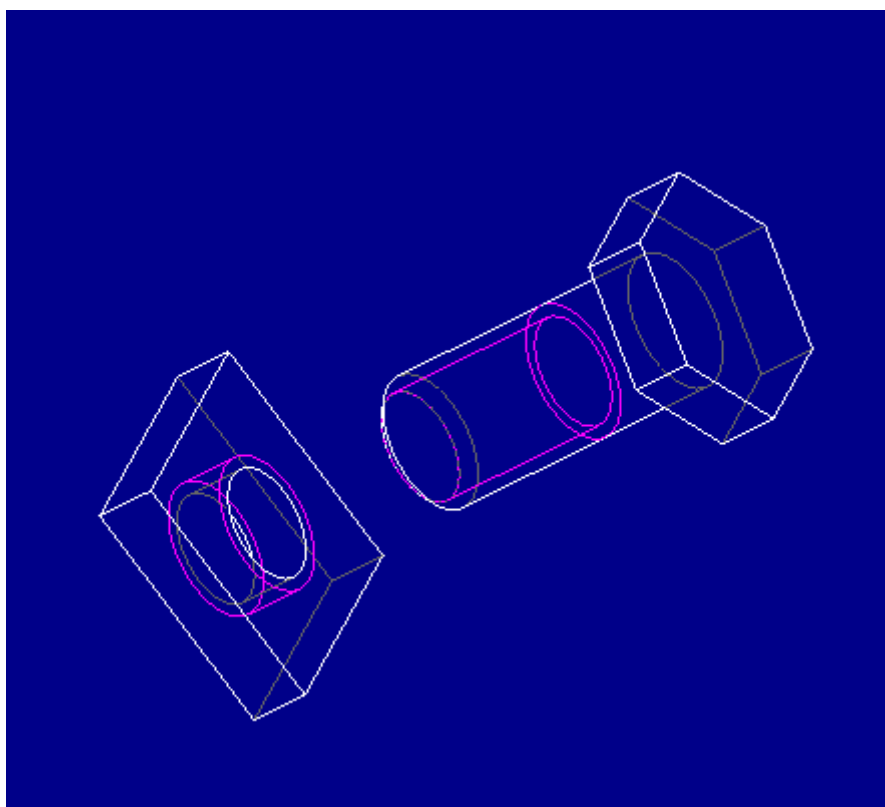
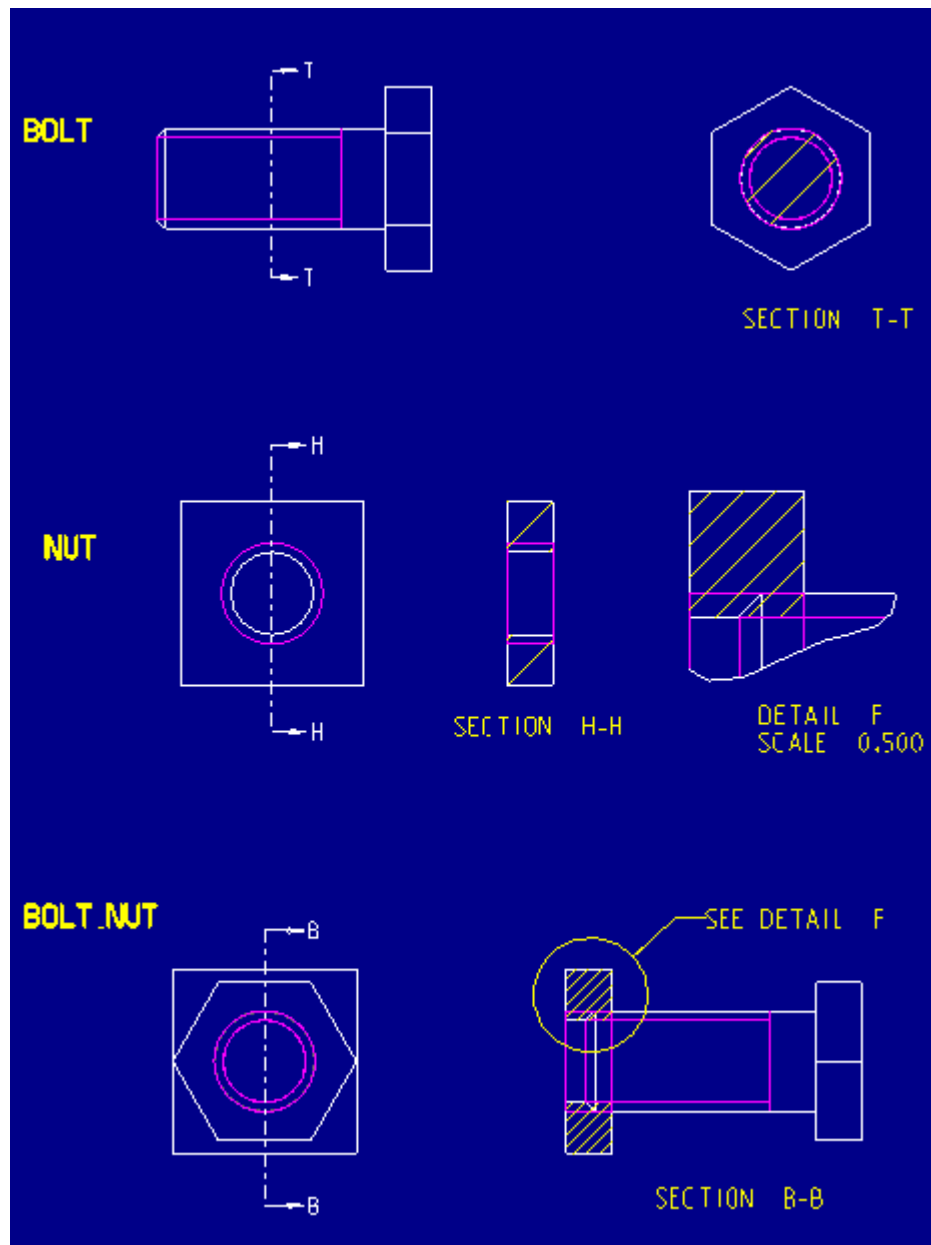

Abbildung 1a
Abbildung 1b
1. Die in Abbildung 1a gezeigte explodierte Baugruppe besteht aus einem Bolzenteil mit einem externen Gewinde und einem Schraubenmutterteil mit einem internen Gewinde. Die Abbildung 1b zeigt die Querschnittsansichten des Teils "bolt", des Teils "nut" und der nicht-explodierten Baugruppe "bolt_nut" im Zeichnungsmodus von der Seite und von vorne, wobei die Option "hlr_for_threads" auf "no" gesetzt wurde (und "thread_standard" auf "std_ansi" gesetzt ist).